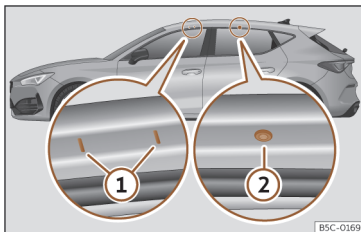

Fig. 138 Puntos de fijación de las barras longitudinales para el portaequipajes del techo (Leon).
Los puntos de fijación delanteros y traseros ① y ② sólo pueden verse con las puertas abiertas»» fig. 138.